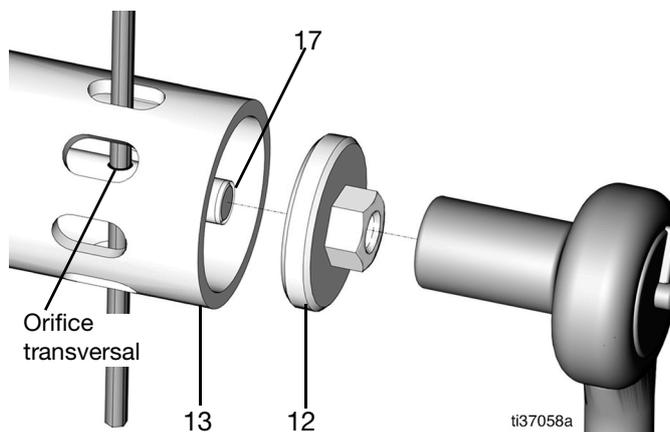

FIG. 64
22. Pousser la tige de pompe (27) vers le bas pour déplacer la tige shovel (17) et accéder à l'orifice transversal (FIG. 64).
23. Placer une clé Allen ou un outil similaire à travers l'orifice du tube shovel (13) et dans l'orifice transversal pour préserver la stabilité de la tige shovel (17) (FIG. 64).
24. Serrer le piston shovel (12) avec une clé à douille de 10 mm (couple 3-4 pi.-lb/4,1-5,4 N•m) (FIG. 64).